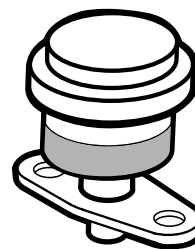

Figura 48
Effettuate la manutenzione del filtro primario dell'aria solo quando l'indicatore (Figura 48) lo richiede. Sostituendo il
1. Controllate la spia di ostruzione del filtro. Se la spia è rossa, è necessario sostituire il filtro dell'aria (Figura 48).